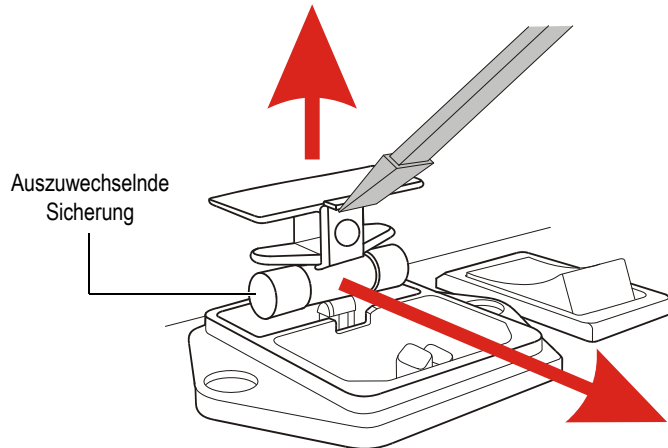

Abbildung 6-1 Sicherung des OmniScan *iX* wechseln
2. Entfernen Sie den Sicherungshalter mit einem Schlitzschraubendreher (siehe Abbildung 6-1 auf Seite 59).